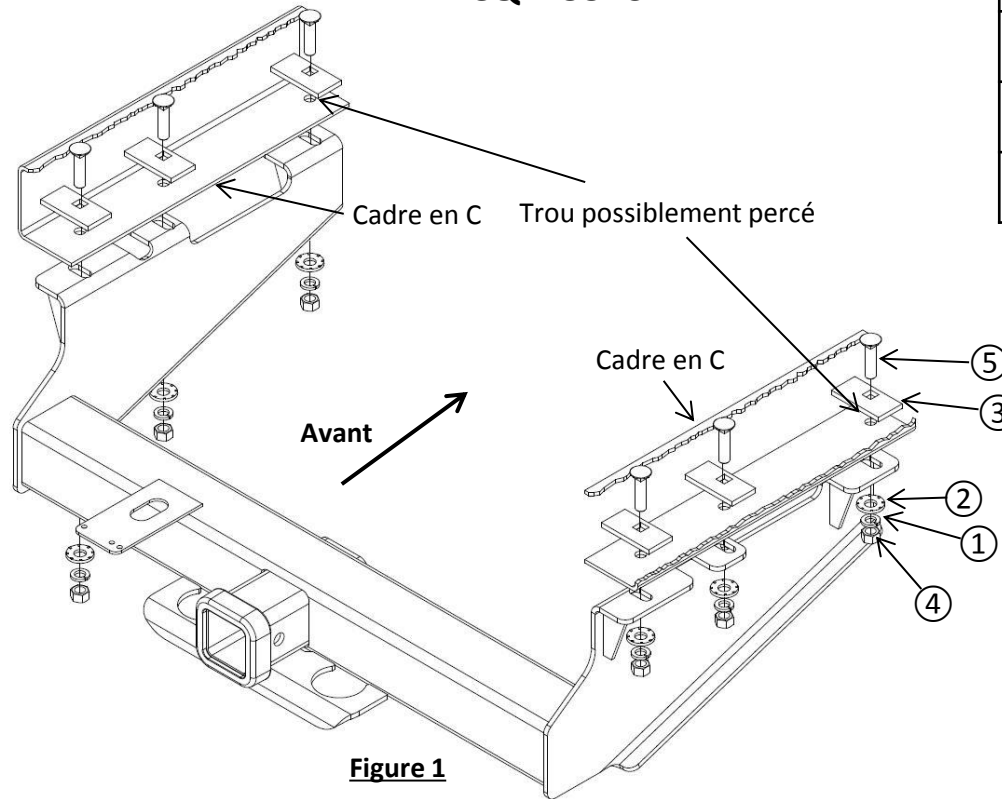

Figure 1
- Poser la visserie la plus à l'arrière** – Insérer un (1) boulon de carrosserie 1/2 po et un (1) espaceur dans le trou le plus à l'arrière de chaque côté, à travers l'extrémité du cadre. Sur certains modèles, deux trous se trouvent le plus à l'arrière du cadre. Utiliser le plus petit trou à l'avant du grand trou.
- Soulever l'attelage en position** – Soutenir l'attelage sous le cadre avec les boulons insérés dans les trous des supports et poser une (1) rondelle conique 1/2 po, une (1) rondelle frein 1/2 po et un (1) écrou 1/2 po de chaque côté.
- Poser la visserie restante** – Insérer un (1) boulon de carrosserie 1/2 po et un (1) espaceur dans les trous restants, puis poser une (1) rondelle conique 1/2 po, une (1) rondelle frein 1/2 po et un (1) écrou 1/2 po comme illustré à la Figure 1. Certains modèles à plateforme courte peuvent nécessiter le perçage du trou le plus à l'avant. Utiliser les trous du support comme guide pour percer un trou de 1/2 po dans le cadre.